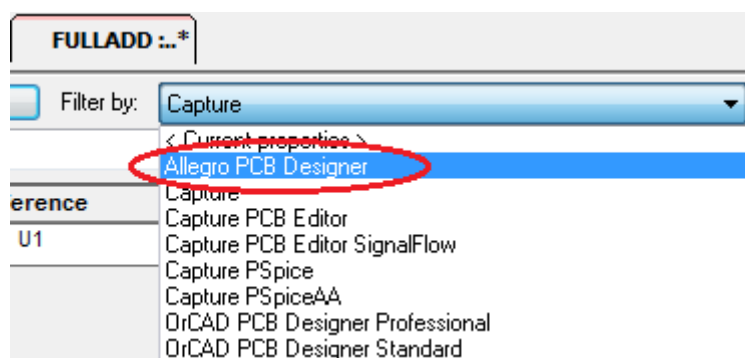

Рис. 20.9. Выбор программы Allegro PCB Designer
2. На вкладке Filter из раскрывающегося списка выберите Allegro-PCB Designer (Рис. 20.9).